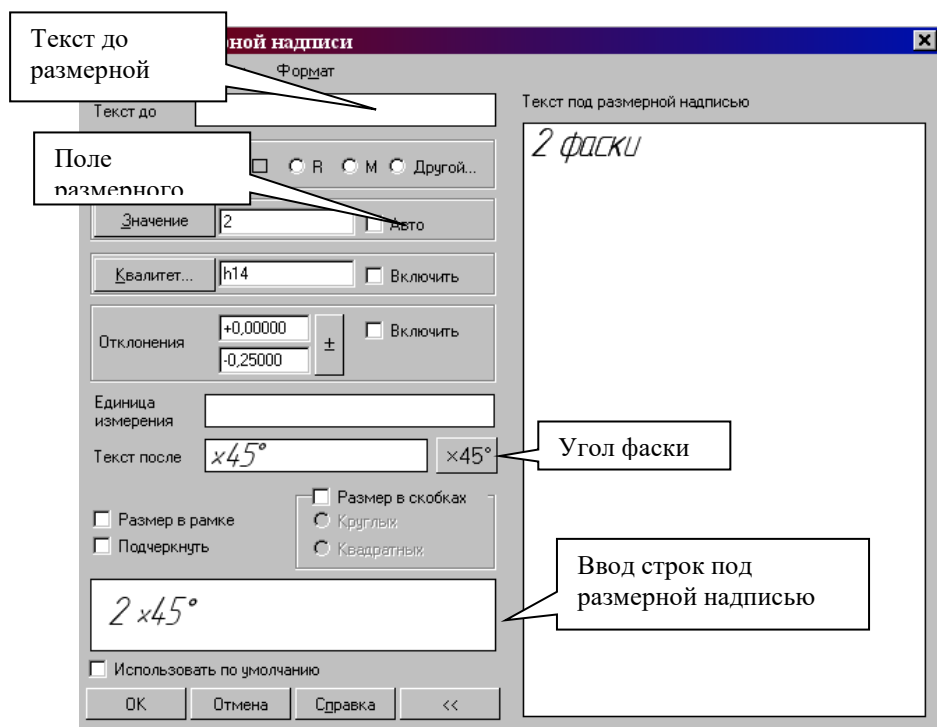

Рис.33 Задание размерной надписи
**Диалог ввода размерной надписи**  позволяет задать нужное значение размера и настроить его оформление. Щелчок мыши по этой кнопке открывает окно, изображенное на рис.33.
Кнопка  **Текст** служит для ввода размерной надписи, ее окно аналогично окну линейного размера (см. рис.33).